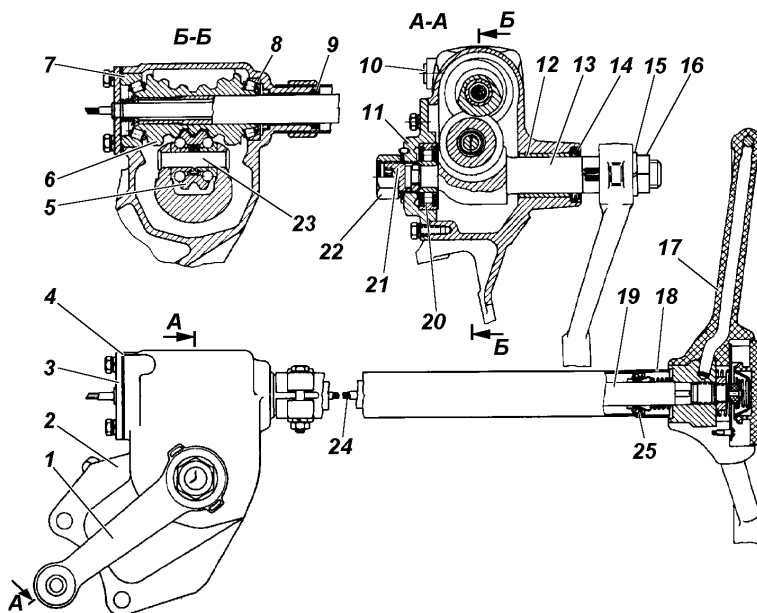

Рис. 9.25. Рулевой механизм:
Регулировку затяжки подшипников червяка производите с помощью прокладок 4 (рис. 9.25), установленных между картером и нижней крышкой картера рулевого механизма, в следующей последовательности:
4. Вращая регулировочный винт 21 (см. рис. 9.25) по часовой стрелке, устраните зазор в зацеплении.